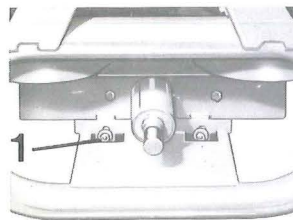
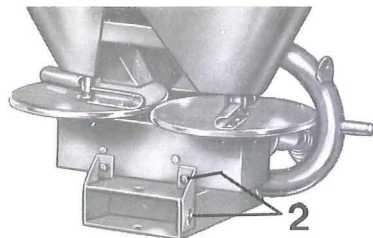

Fig. 12
Fig. 13
- Desserrer les deux vis de fixation avant de la boîte (voir fig. 12/1) et dévisser les supports arrière de la boîte (voir fig. 13/2). Enlever la boîte.